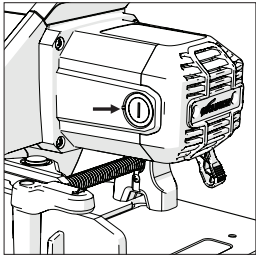

Fig. 19
- Desatornille las tapas de plástico que se encuentran en la parte posterior del motor. Tenga cuidado ya que las tapas están accionadas por resortes. (Fig.19)